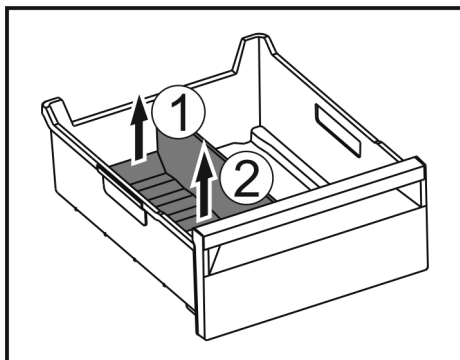

Fig. 146
- Sollevare la parte posteriore del divisore dello scomparto del ghiaccio. Fig. 146 (1)
- Rimuovere il divisore dello scomparto del ghiaccio verso l'alto. Fig. 146 (2)